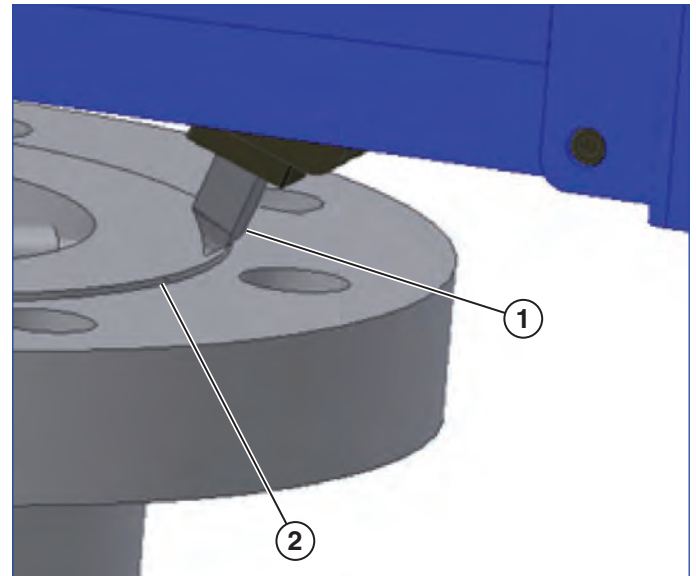

Figure 13
1. Se servir de la clé à cliquet pour positionner l'outil rapporté à ras du DE de la surface à usiner (voir figure 13).